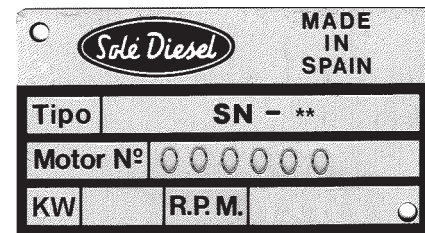

Fig. 1.1 - Abb. 1.1
- Placa colocada en el motor, indica los datos de identificación (véase Fig. 1.1)
- Engine nameplate showing identification data (see Fig. 1.1)
- Plaque situé sur le moteur, portant les caractéristiques d'identification (voir Fig. 1.1)
-Targhetta posta sul motore, recante i dati di identificazione (vedi Fig. 1.1)
- Kennschild auf dem Motor mit allen Angaben zur Motorkennzeichnung (siehe Abb. 1.1)